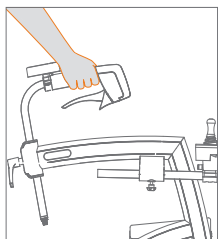

Figura 26: Guida.
- a. Mentre si cammina, tenere le dita liberamente intorno alle impugnature in schiuma (**Figura 26**). Puoi anche tenerli intorno alle maniglie dei freni, con il pollice all'interno della maniglia.